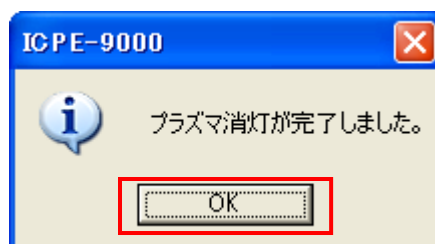

図 79
- ③ 「プラズマ消灯が完了しました」の表示画面が出れば消灯完了。 図 79